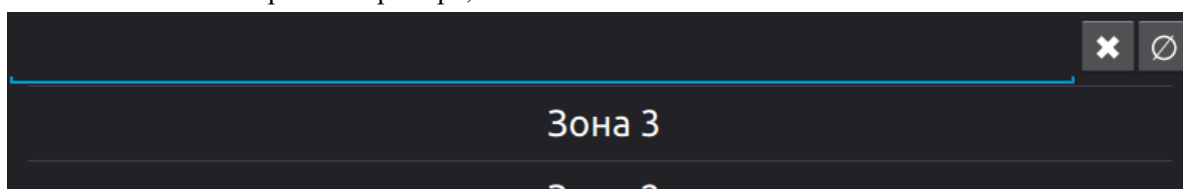

Рисунок 30 - Меню сортировки
- показывать меню сортировки (включение отображения поисковой строки и кнопки сортировки в меню трансляции, возможные сортировки: в алфавитном порядке, по возрастанию и убыванию) (Рисунок 30);